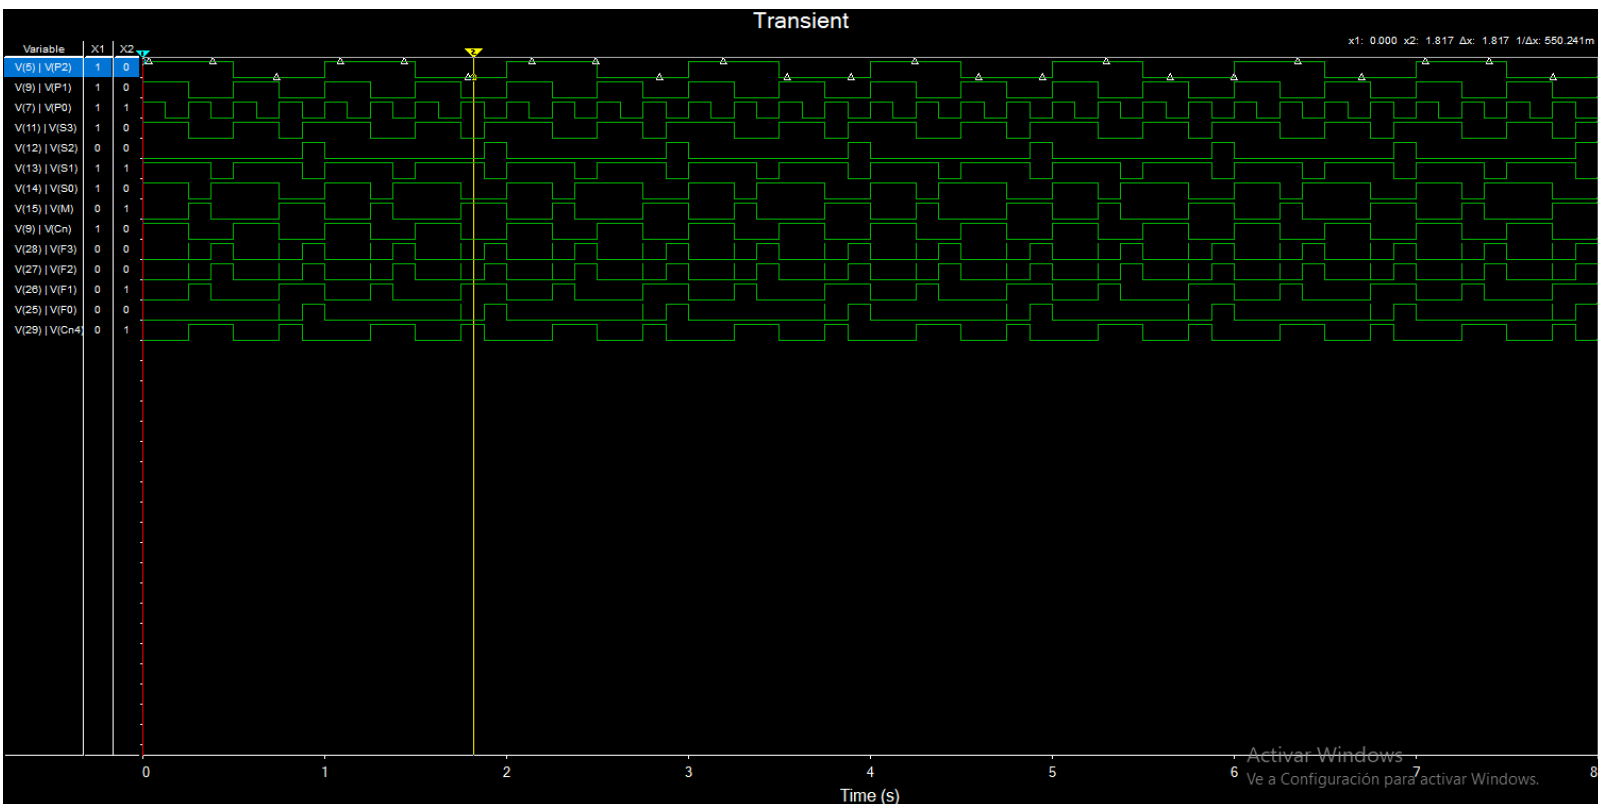

Figura 14. Cronograma circuito completo con las dos últimas operaciones
En el cronograma de la Figura 14 se exponen las dos últimas operaciones a realizar, cuyo control está bajo  $P = (111)$  y  $P = (001)$  y cuyo comportamiento se refleja en las columnas X1 y X2, respectivamente. Observamos que para los dos casos conseguimos las salidas esperadas:
- $P = (111) \rightarrow F = 0000$
- $P = (001) \rightarrow F = 0010$